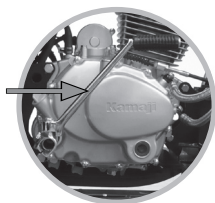

Imagen 15. Pedal de arranque
- Oprimir el pedal de arranque fuertemente. Ver imagen 15.